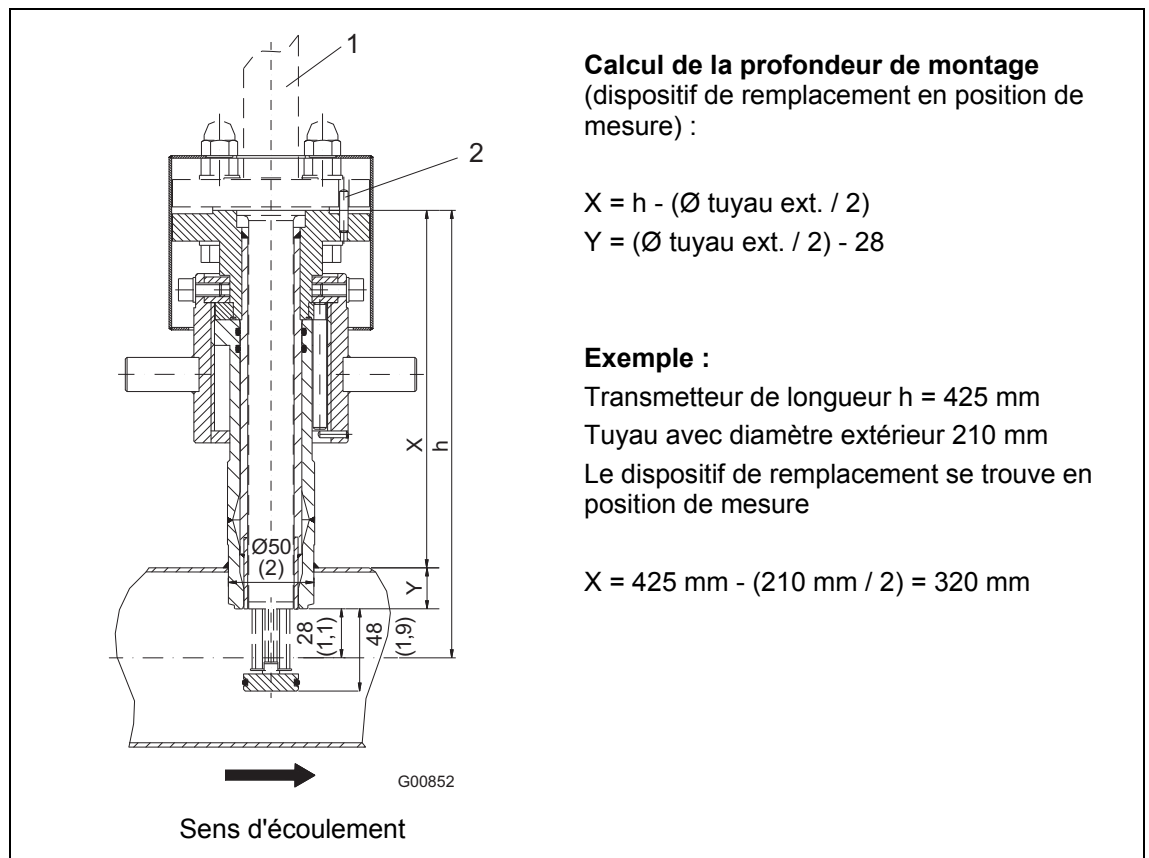

Fig. 12 : Dimensions en mm (inch). Dispositif de remplacement en position de mesure
- Le goujon de centrage de l'adaptateur doit être aligné sur l'axe du tuyau dans le sens d'écoulement (côté sortie, après le point de mesure), voir Fig. 12.